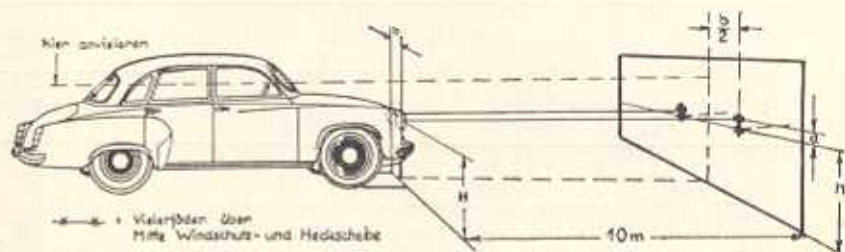
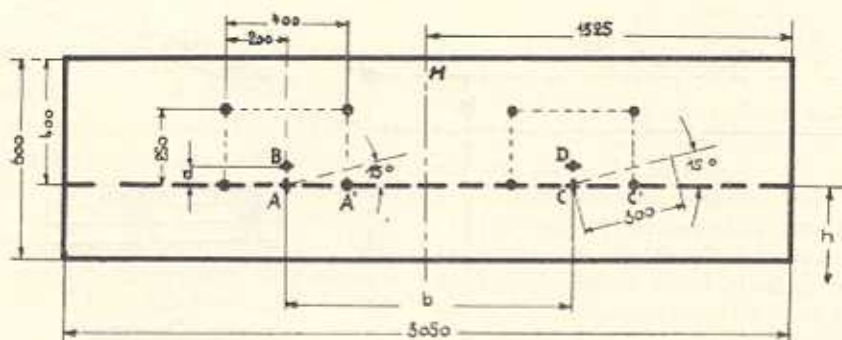

Bild E 2
Bild E 3. Einstellen des asymmetrischen Abblendlichtes
Das Fahrzeug wird zum Einstellen der Scheinwerfer in 10 m Abstand senkrecht zu der nach Bild E 3 angefertigten Einstelltafel aufgestellt (Bild E 2).
h) Justieren der Scheinwerfer bei Abblendlicht (entsprechend Bild E 3), wobei sich der Knickpunkt der Hell-Dunkel-Grenze mit den Markierungslinien auf der Einstelltafel decken muß. (Der zweite Scheinwerfer wird jeweils abgedeckt.)